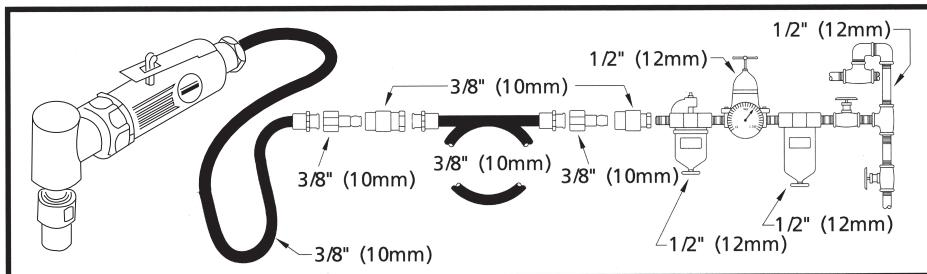

Figure 2 - Configuration recommandée de la conduite d'alimentation en air
1.Cet outil doit être alimenté en air pur et sec à une pression de 620 kPa. Une pression plus élevée entraînerait une usure nettement plus rapide. Reliez l'outil à la ligne d'air en utilisant la conduite, le tuyau et les raccords dans les dimensions indiquées dans Figure 2.
N'utilisez jamais d'attaches rapides sur l'outil. Reportez-vous Figure 2 d'installation.